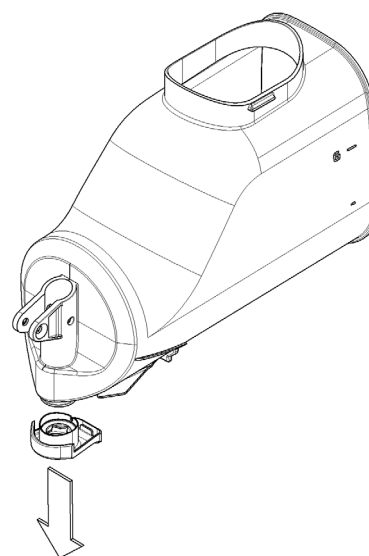

Bild 8
7 Den Durchflussbegrenzer des Behälters entfernen (Bild 8).
- 3 Den Zapfhahn gegenteilig zum Ausbau in (Bild 8) wieder am Behälter montieren.